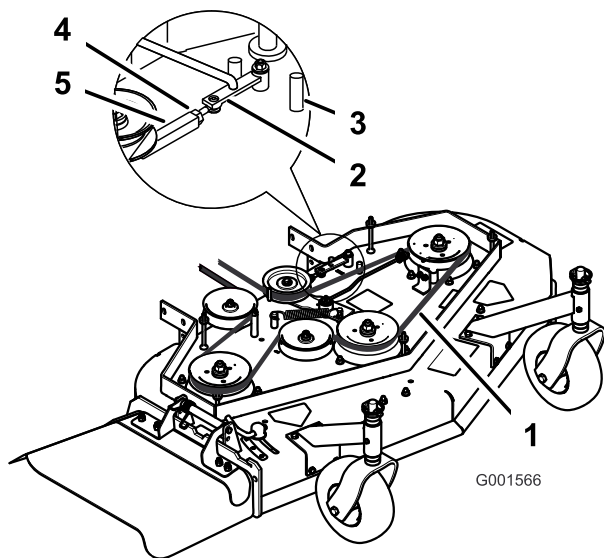

**Figure 43**
**Remarque:** La tension correcte de la courroie du tablier de coupe est de 44 à 67 Nm (10 à 15 pi-lb) avec une flèche de 13 mm (1/2 po) à mi-chemin entre les poulies (Figure 42 ou Figure 43).
**Remarque:** La tension correcte de la courroie du tablier de coupe est de 44 à 67 Nm (10 à 15 pi-lb) avec une flèche de 13 mm (1/2 po) à mi-chemin entre les poulies (Figure 43).